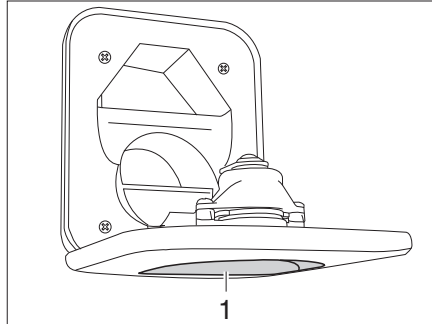

Fig. 149 Bec de remplissage d'eau fraîche pour les toilettes
- Ouvrir le bec de remplissage d'eau fraîche pour les toilettes (Fig. 149,1) au-dessus du portillon de la cassette Thetford et le faire pivoter vers le bas.